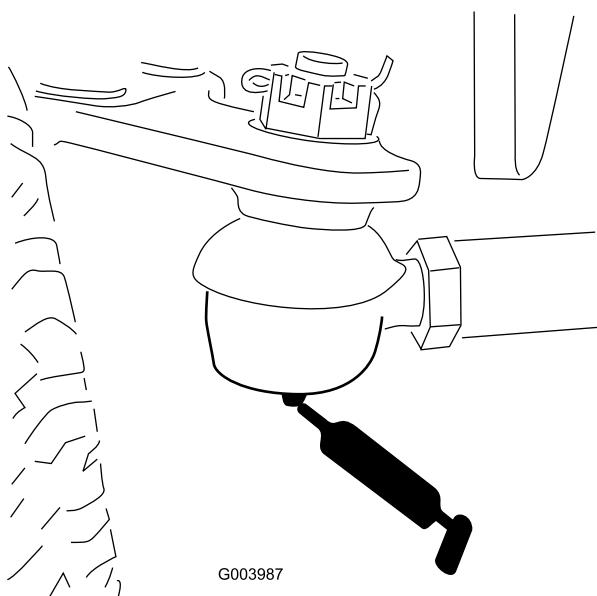

Figura 48
- Barra de ligação do eixo traseiro (2) (Figura 48)